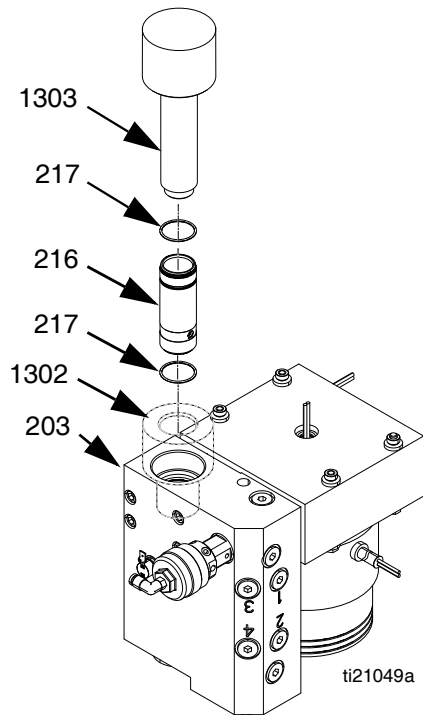

FIG. 36
2. Placer l'outil femelle d'installation du cylindre (1302) dans le collecteur de sortie du compartiment de fusion (203) afin de protéger les joints des filetages tranchants. Voir la FIG. 36.
3. Utiliser l'outil mâle d'installation du cylindre (1303) pour pousser le cylindre (216) dans le collecteur de sortie du compartiment de fusion (203). Si cela est nécessaire, utiliser le maillet en caoutchouc pour la mise en place. Voir la FIG. 36.